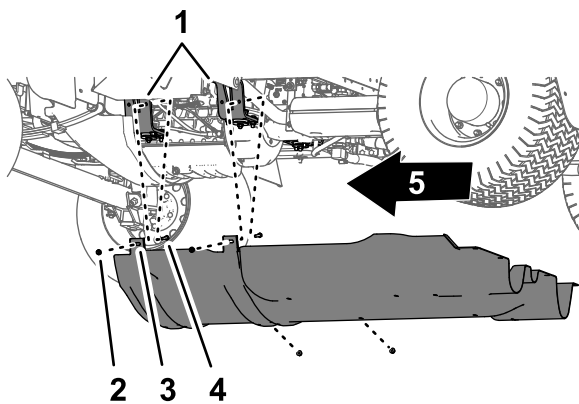

図 56
2. キャリッジ下シュラウドの取り付けタブをエンジン搭載ブラケットに固定しているボルトおよびキャリッジボルトのフランジロックナット5/16" 4個を取り外す 図 56。
4. キャリッジ下シュラウドを機体から取り外す 図 55 と 図 56。
1. キャリッジ下シュラウドを車体の下シャーシに合わせる 図 56 キャリッジ下シュラウドを取り外す (ページ 47) を参照。
2. エンジン搭載ブラケットのところで、ボルトとキャリッジボルトの上からキャリッジ下シュラウドの取り付けタブを入れる 図 56 キャリッジ下シュラウドを取り外す (ページ 47) を参照。
3. キャリッジ下シュラウドを、エンジン搭載ブラケットとボルトに組み付ける 図 56 ステップ 2 キャリッジ下シュラウドを取り外す (ページ 47) で外したフランジロックナット (5/16") 4個を使用する。